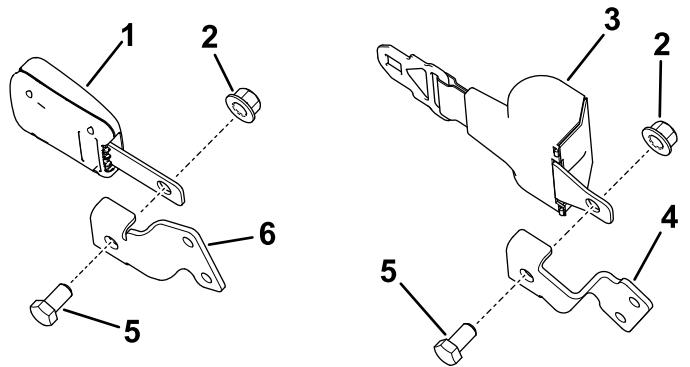

Figure 9
1. Assemblez les ceintures de sécurité en fixant la boucle et la languette à l'intérieur des supports à l'aide de 2 boulons de carrosserie (1/2" x 1") et 2 contre-écrous (1/2"), comme montré à la Figure 9.